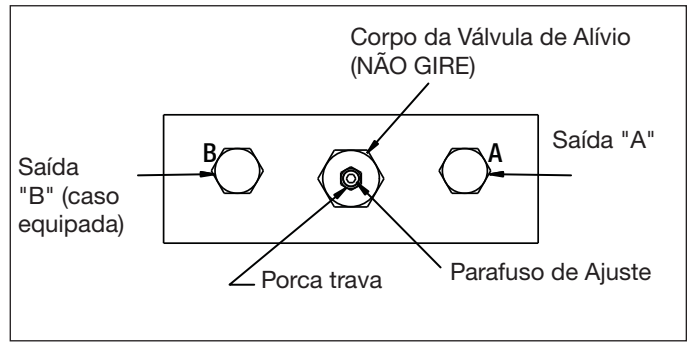

Figura 10
1. Instale um manômetro 0-1,035 bar [ 0-15,000 psi ] na saída "A" (ver figura 10).
1. Instale um manômetro 0-1,035 bar [l a 0-15,000 psi] na saída “A” (ver figura 10).